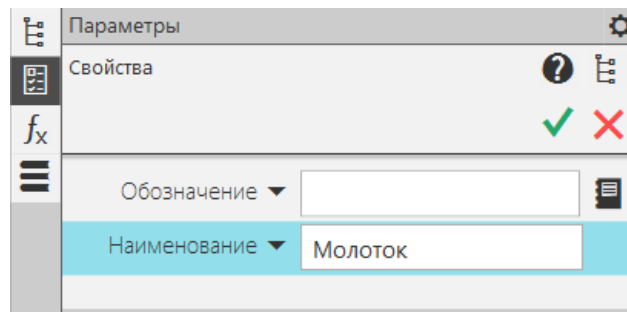

Рисунок 122 – Свойства модели
- Присвоим наименование детали «Молоток» в свойствах модели (Рисунок 122);